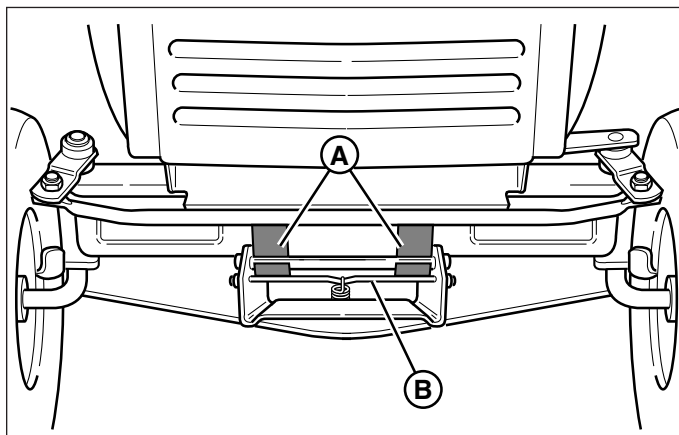

Figura 10. Gancio del piatto di taglio
6. Raddrizzare le ruote. Tirare all'indietro la leva caricata a molla (B, Figura 10) e sollevare il gancio del piatto di taglio dalle staffe del trattorino.
5. Vedere Figura 10. Raddrizzare le ruote. Tirare all'indietro la leva caricata a molla (B) e contemporaneamente sollevare il gancio del piatto di taglio. Inserire il gancio del piatto di taglio sulle staffe del gancio del trattore (A). Se l'installazione è stata effettuata correttamente, la leva caricata a molla deve essere alloggiata completamente al di sotto delle staffe.